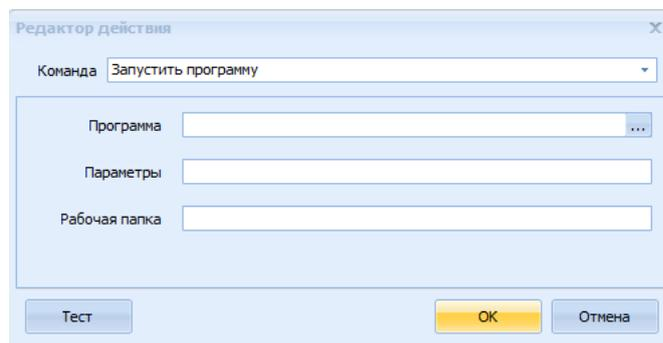

Рисунок 9.50 – Окно редактор действия: Запустить программу
– При выборе действия «Запустить программу» в поле **Программа** необходимо указать путь к файлу с расширением «exe», а в поле **Рабочая папка** – путь к исходному файлу данной программы. В поле **Параметры** можно указать дополнительные параметры запуска программы (рисунок 9.50). Чтобы проверить работу команды на запуск следует нажать кнопку «Тест». По окончании настройки необходимо нажать кнопку ОК.